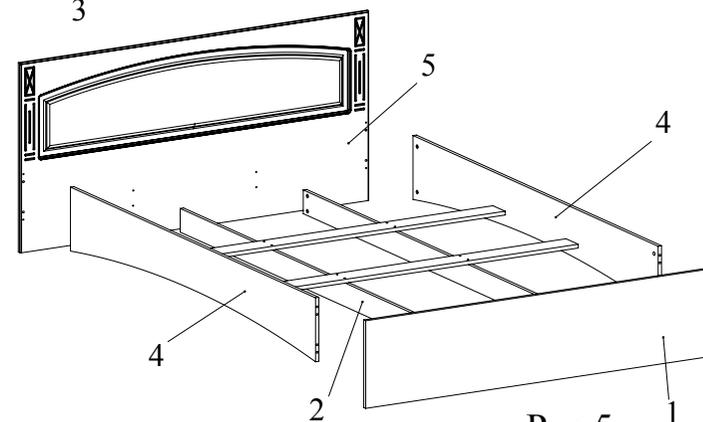

Рис.5
6. Установить фасадную планку 1 на царги продольные 2 и боковины 4 и зафиксировать, повернув конфирматным ключом головки минификсов по часовой стрелке до упора (Рис. 5).
7. Установить спинку 5 на царги продольные 2 и боковины 4 и зафиксировать, повернув конфирматным ключом головки минификсов по часовой стрелке до упора (Рис. 5).